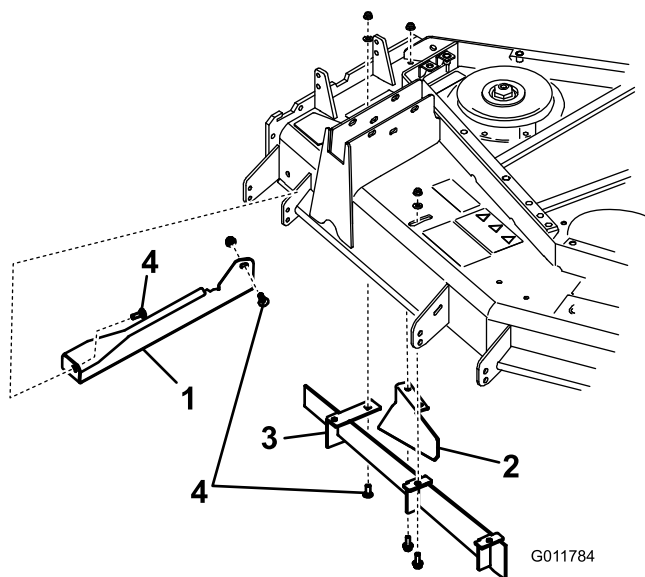
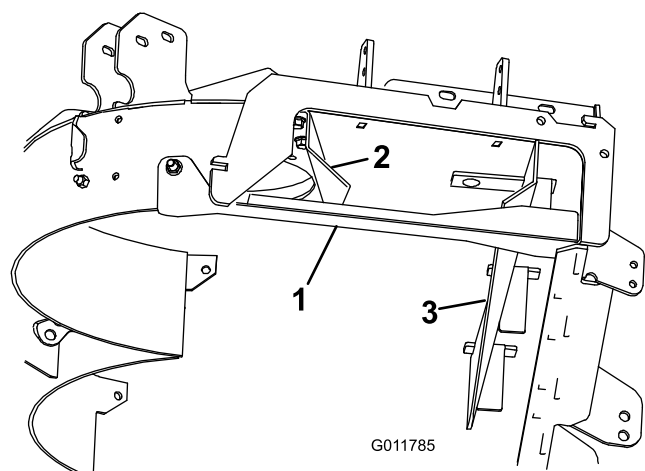

Figura 7
Figura 8
7. Montate il piano di scarico nella parte anteriore e sottostante dell'elemento di taglio con (2) bulloni a testa tonda da 3/8 x 1 poll. e dadi flangiati da 3/8 poll. Collocate il deflettore come illustrato in Figura 7 & Figura 8.
8. Montate il nuovo deflettore anteriore nella parte sottostante dell'elemento di taglio con (3) viti a testa cilindrica da 3/8 x 1 poll., (3) rondelle, 1 bullone a testa tonda da 3/8 x 1 e (4) dadi flangiati da 3/8 poll. Collocate il deflettore come illustrato in Figura 7 & Figura 8.
9. Montate il nuovo deflettore posteriore nella parte sottostante dell'elemento di taglio con (2) viti a testa cilindrica da 3/8 x 1 poll. e dadi flangiati da 3/8 poll. Collocate il deflettore come illustrato in Figura 7 & Figura 8.